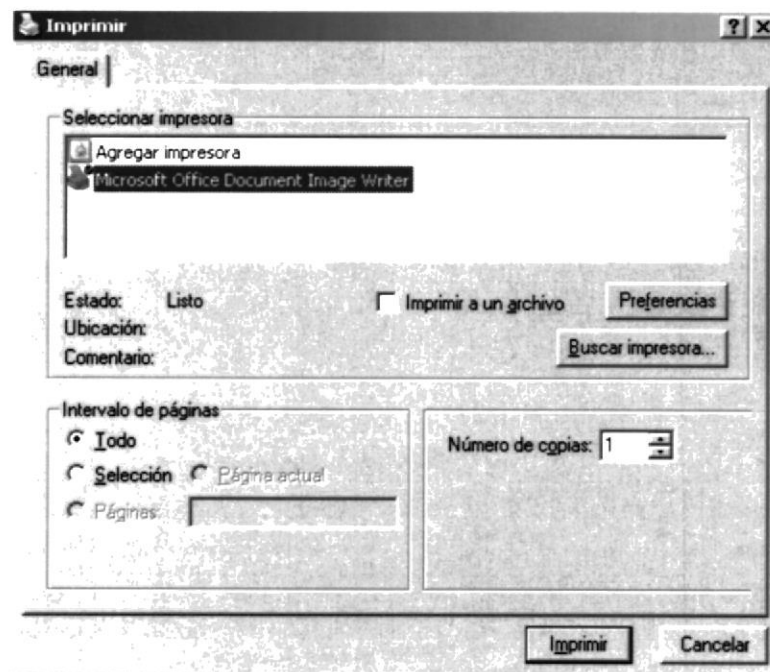

Figura 6.2 Configurar Impresora
- Modificar las propiedades de la impresora seleccionada, dando clic en el botón **Preferencias** de la figura 6.2.